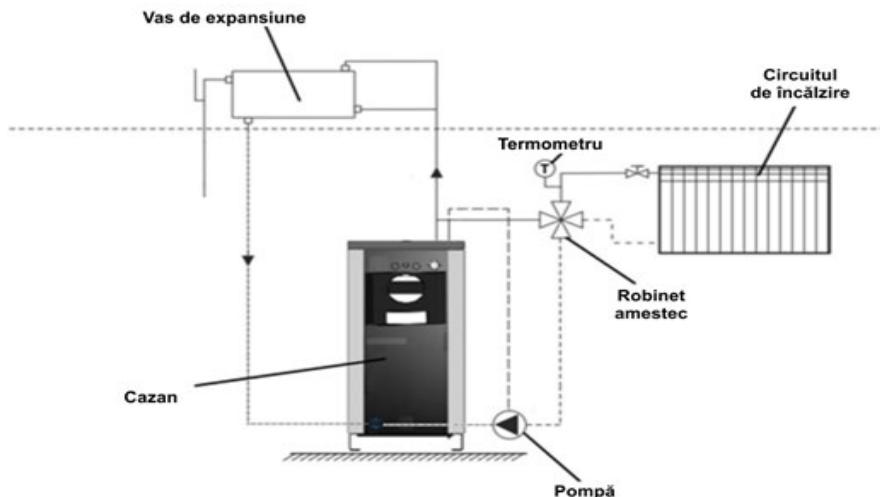

Figura 9. Schema de racordare a cazanului cu un sistem de încălzire deschis
5. Închideți ușa grătarului (Figura 9) și ușa inferioară a cazanului,